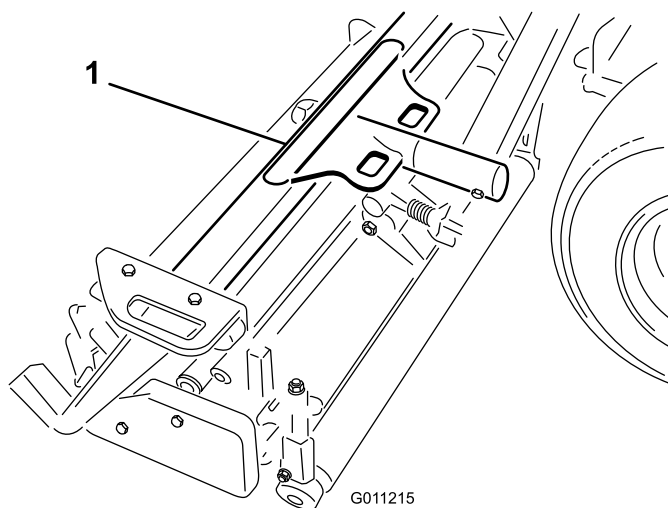
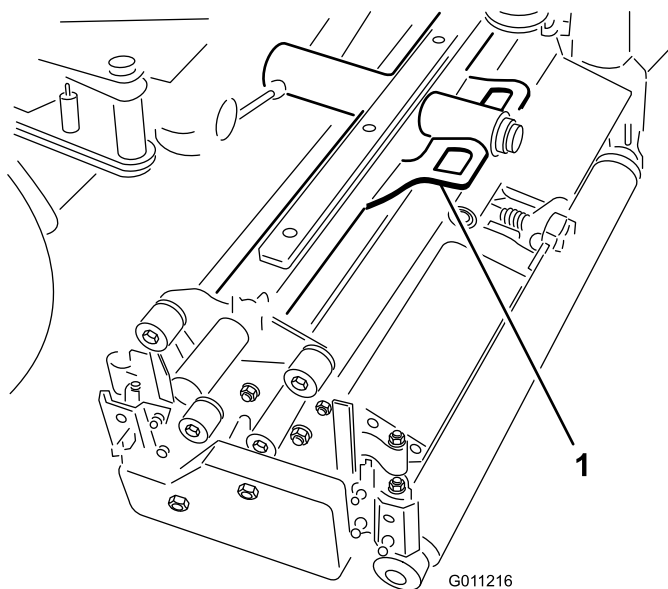
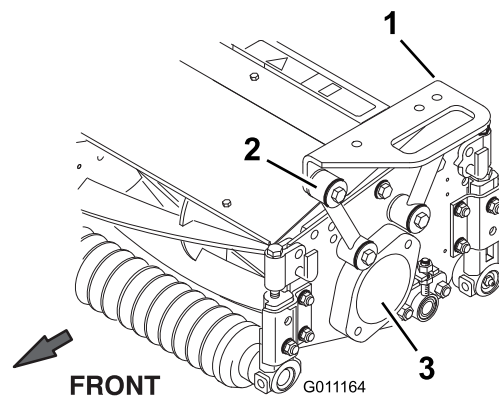

Figura 14
Figura 15
Figura 16
2. Posicione uno de los bastidores de tiro delanteros (Figura 14) en cada unidad de corte delantera. Alinee los taladros de montaje con los acoplamientos de montaje, según se muestra en Figura 16.
3. Coloque el bastidor trasero (Figura 15) en la unidad de corte trasera, alineando los taladros de montaje con los acoplamientos de montaje, según se muestra en Figura 16.
4. Fije cada acoplamiento de montaje al bastidor de tiro con un perno (3/8 x 2-1/4 pulgadas), 2 arandelas planas y una contratuerca, según se muestra en Figura 16. Coloque una arandela en cada lado del acoplamiento al montarlo. Apriete los herrajes a 42 Nm.
5. Retire el tapón de transporte de los alojamientos de los cojinetes de las unidades de corte restantes (Figura 16).